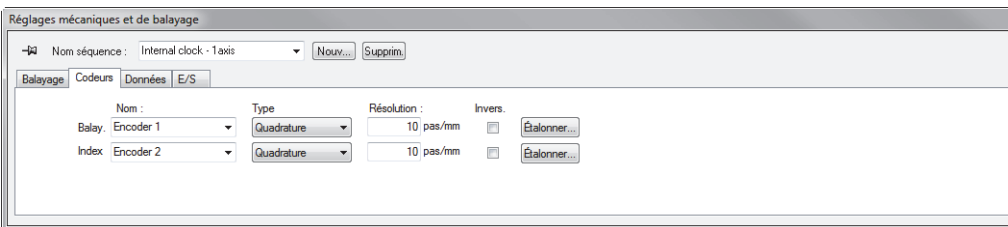

Figure 5-14 Onglet Codeurs de la barre de dialogue Réglages mécaniques et de balayage pour un type de balayage codé sur deux axes
3. Sous l'onglet **Codeurs** (Figure 5-14 à la page 180), faites ce qui suit :